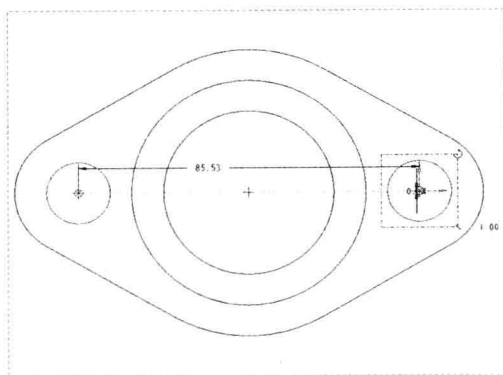

图 3-23 指定放置位置
Step 03 在绘图区最右侧的圆心上单击鼠标左键，指定草图的放置位置，如图 3-23 所示，弹出“旋转调整大小”选项卡。